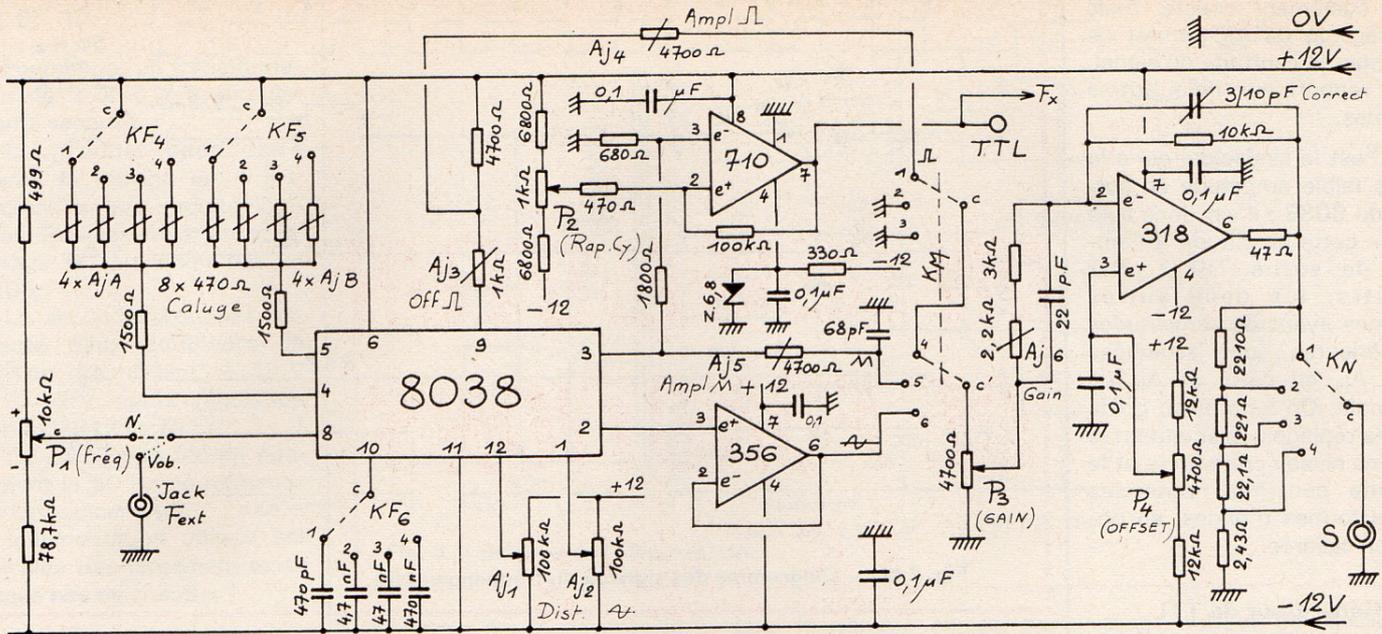

Fig. 1. - Schéma du générateur de signaux.
1) Le générateur de signaux (voir fig. 1)